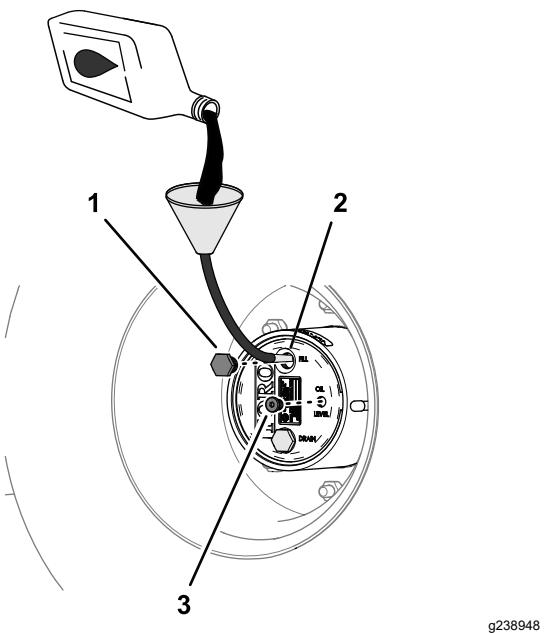

Bild 98
4. Wenn der Ölstand niedrig ist, entfernen Sie die Füllschraube und füllen Sie Öl der angegebenen Sorte ein, bis es aus dem Loch der Prüfschraube ausläuft (**Bild 98**), siehe **Schmiermittelspezifikation für Planetengetriebe** (Seite 76).
6. Setzen Sie die Füllschraube und die Prüfschraube ein (Bild 98).
1. Füllen Sie langsam das angegebene Getriebeöl in die Füllöffnung ein, siehe Bild 98 in Prüfen des Ölstands im Planetengetriebe \(Seite 76\).
3. Setzen Sie die Füllschraube und die Ölstandsschraube ein, siehe Bild 98 in Prüfen des Ölstands im Planetengetriebe \(Seite 76\).